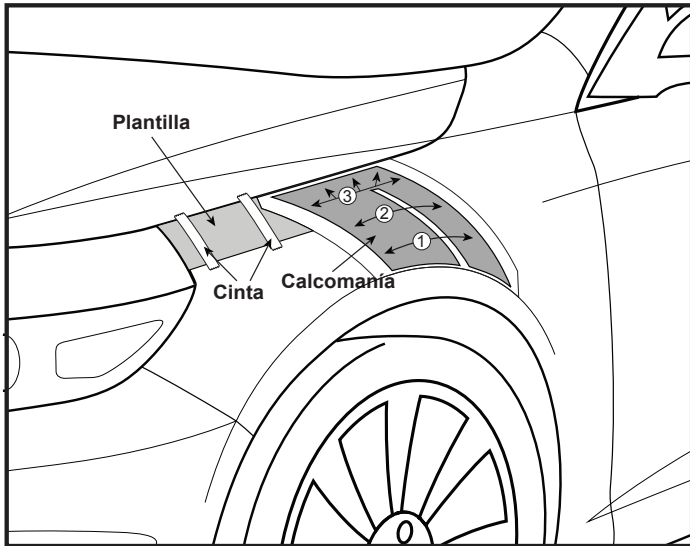

Figura 1
8. Con un alisador de plástico, presione la calcomanía en su lugar con pasadas firmes y superpuestas (vea la figura 1 a continuación).